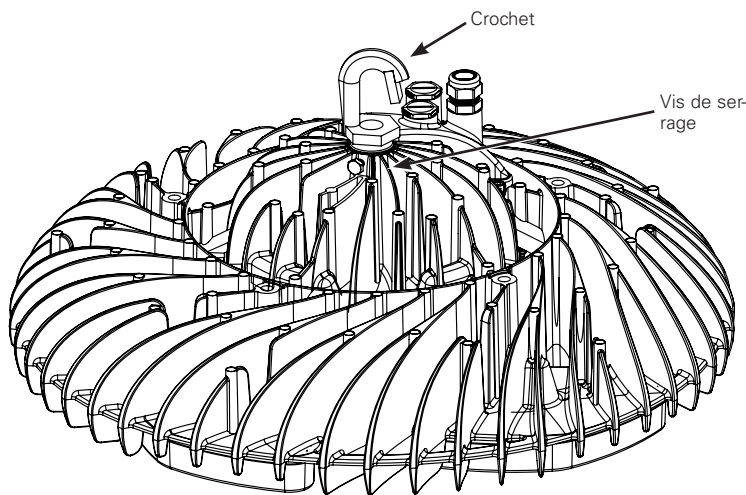

Figure 4
- Visser le conduit NPT de 19 mm (3/4 po) au luminaire jusqu'à ce qu'il soit serré (Figure 4).